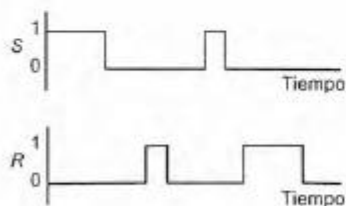

Figura 14.50 Problema 17
17. La figura 14.50 muestra el diagrama de tiempo de las entradas *S* y *R* de un flip-flop tipo RS. Complete el diagrama añadiendo la salida *Q*.